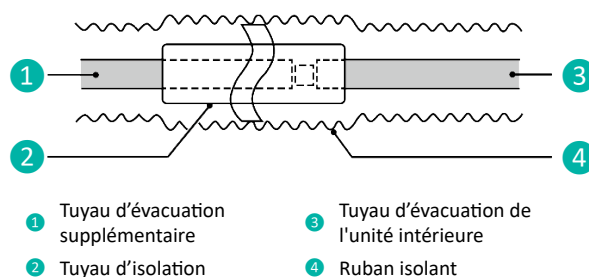

Fig.4.3.1
- ② Il est interdit de raccorder le tuyau d'évacuation des condensats au tuyau d'eau de pluie, car l'eau de pluie risquerait de s'infiltrer et provoquer des blessures ou des dégâts matériels.
- ③ Le tuyau d'évacuation des condensats doit être raccordé à un système d'évacuation spécifique au climatiseur.
- ④ Le tuyau d'évacuation doit être court et la pente vers le bas doit être d'au moins 1 % à 2 % afin de bien évacuer l'eau de condensation.
- ⑤ Le diamètre du tuyau d'évacuation doit être supérieur ou égal au diamètre du joint du tuyau d'évacuation.
- ⑥ Installez le tuyau d'évacuation conformément à la figure 4.3.1 et installez l'isolant sur le tuyau d'évacuation.